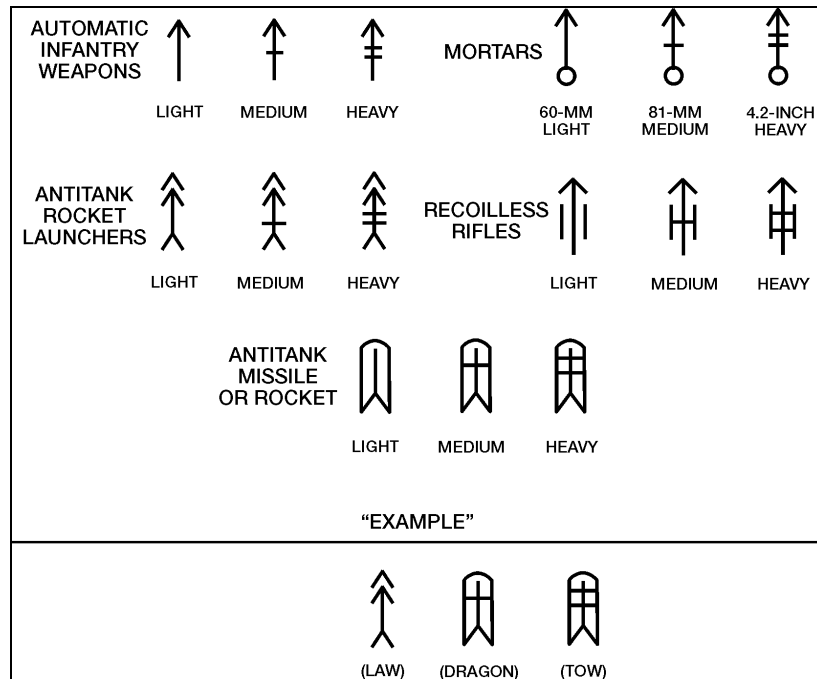

Figure 071-329-1019-9. Weapon Symbols
i. Armored vehicles (figure 071-329-1019-10).